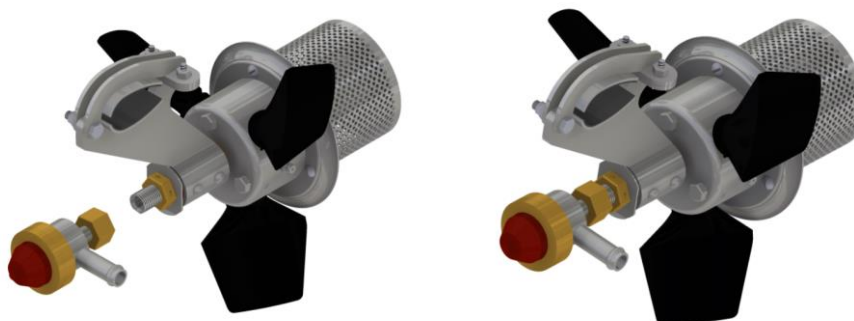

Figura 36:
k) Rosqueie o anti-gotejante na ponta do eixo (figura 36) e aperte até trava-lo na posição desejada.